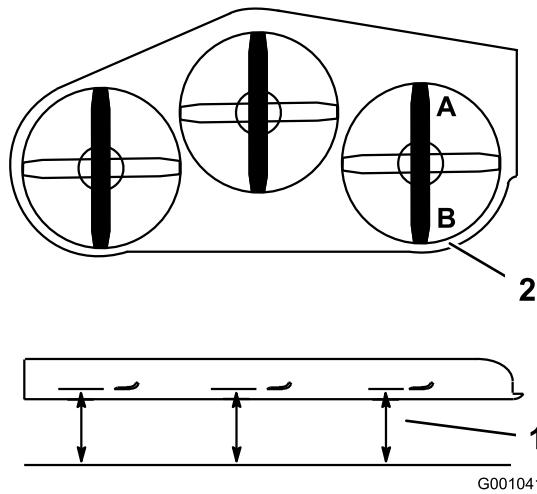

Figure 69
1. Tournez la lame droite dans le sens longitudinal (Figure 69).
2. Mesurez la distance au point A entre la surface plane et le tranchant de la pointe de la lame droite (Figure 69).
4. Mesurez la distance au point B entre la surface plane et le tranchant de la pointe de la lame droite (Figure 69).
6. La lame doit être plus basse de 6 à 10 mm (1/4 à 3/8") au point A qu'au point B (Figure 69). Si ce n'est pas le cas, passez aux étapes suivantes.